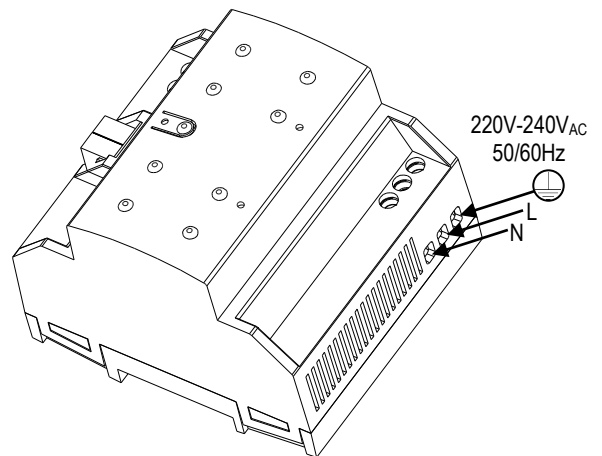

Abb. 2: ZPS640MPA230 Installation und Anschluß
- Die Netzleitung wird an die Klemmen L, N und SL angeschlossen, wie auf Abb. 2 dargestellt.